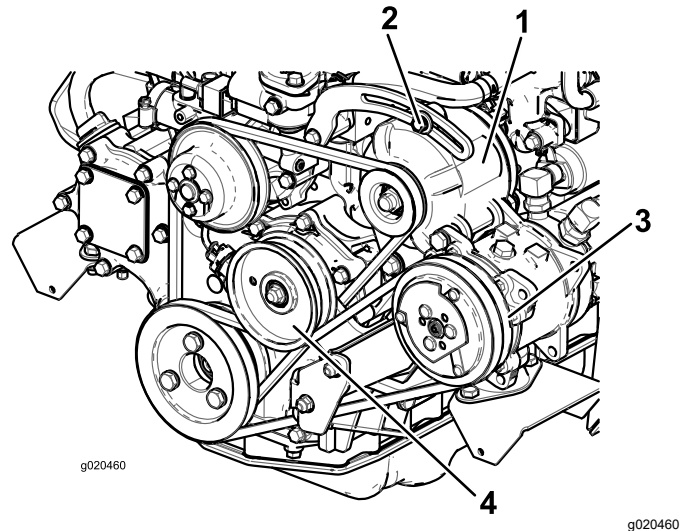

Bild 114
Lockern Sie bei einer Durchbiegung von mehr oder weniger als 10 mm die Befestigungsschrauben der Lichtmaschine (Bild 114).
Prüfen Sie den Zustand und die Spannung des Riemens (Bild 114) alle 100 Betriebsstunden.
2. Lockern Sie bei einer Durchbiegung von mehr oder weniger als 10 mm die Befestigungsschraube der Spannscheibe (Bild 114). Erhöhen oder reduzieren Sie die Spannung der Kompressor-Riemen Spannung und ziehen Sie die Schraube fest. Prüfen Sie die Riemen Spannung noch einmal auf korrekte Einstellung.